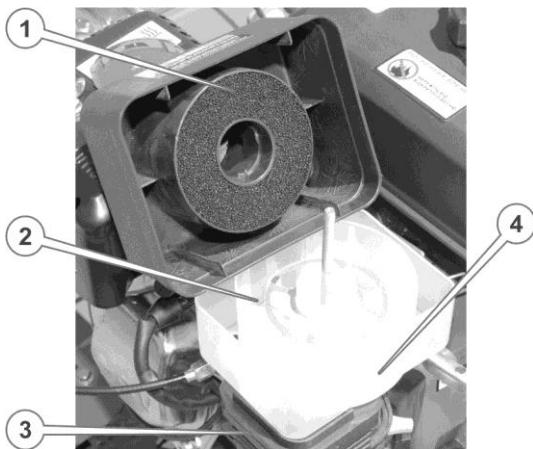

Рисунок 13. Повітряний фільтр
2. Дістати поролоновий фільтрувальний елемент з піддона (див. рис.13.), промити його в розчині мийного засобу (можна використовувати бензинове паливо або, у разі особливо сильного забруднення, гас), віджати і ретельно висушити. Якщо фільтрувальний елемент надмірно забруднений або пошкоджений – замінити його.
4. Установити піддон на місце, налити в нього 50-70 г моторного мастила до позначки (4) рівня на корпусі масляної ванни, (див. рис. 13.), рівномірно розподіливши його по секціях піддона.